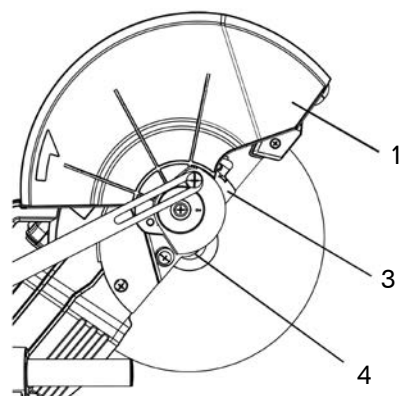

Fig. H-1
3. Retire el tornillo de la placa de cubierta (2) con un destornillador Phillips. (Fig. H)
4. Levante la cubierta inferior de la hoja (1) a la posición vertical. (Fig. H-1)
5. Gire la cubreplaca (3) para exponer el perno de árbol (4). (Fig. H-1)
6. Coloque la llave para hojas sobre el perno del husillo (4).
9. Quite el perno del husillo (4), el anillo exterior de la hoja (6) y la hoja (7). No quite el anillo interno de la hoja. (Fig. J)
10. Levante la cubierta inferior de la hoja (1) a la posición vertical para extraer la hoja. (Fig. H-1)
2. Coloque el anillo exterior de la hoja (6) contra la hoja y en el husillo. Enrosque el perno del husillo (4) en el husillo en sentido contrario a las agujas del reloj. (Fig. J)
3. Coloque la llave para hojas en el perno del husillo (4).
4. Presione el botón de bloqueo de la pérgola (5), sosteniéndolo firmemente mientras gira la hoja en dirección contrario de las manecillas del reloj. Siga presionando mientras aprieta el perno del husillo con firmeza. (Fig. I)
5. Gire la placa de cubierta (3) y la cubierta inferior de la hoja (1) a su posición original. (Fig. H-1)
6. Baje el cubierta inferior de la hoja y reemplace el tornillo de la placa de cubierta (2) y ajuste el tornillo con un destornillador Phillips. (Fig. H)
8. Asegure que el botón de bloqueo de la pérgola (5) esté liberado para que la hoja pueda girar libremente.